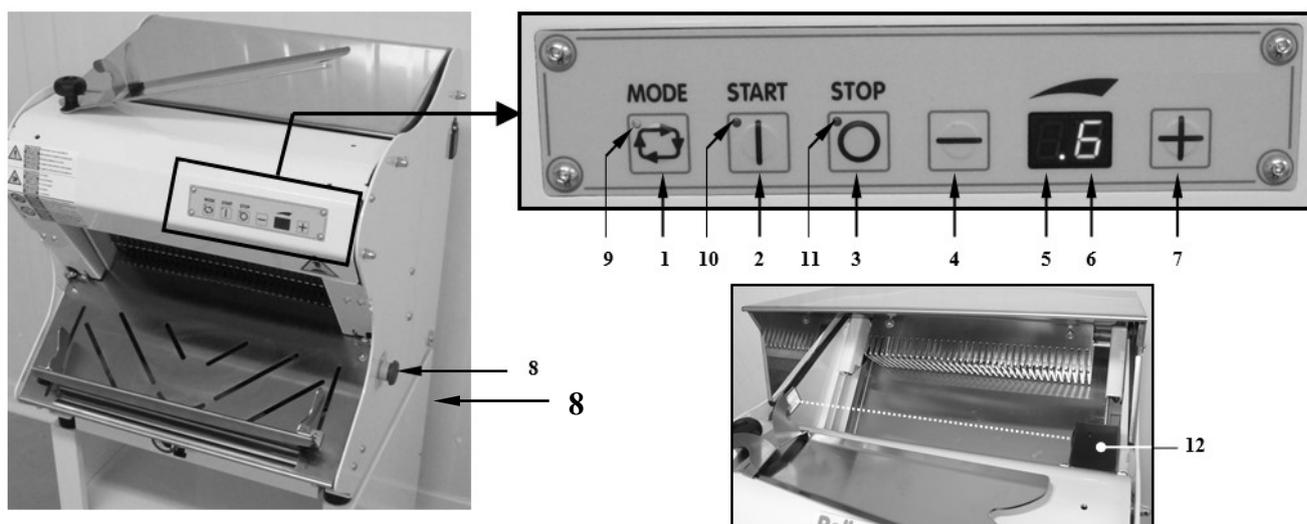

Рисунок 6 - Механизмы управления и контроля
рис. 6 ящик для сбора остатков хлеба (крошек)
- Кнопка аварийного сигнала из.8 Рисунок 6; во время остановки машины происходит сброс электрической энергии и всех команд запуска
- Перед осуществлением запуска машины, прежде всего, убедитесь в отсутствии вблизи неё людей, в случае их присутствия дождитесь их отдаления на расстояние (приблизительно 3 метра), после чего верните кнопку аварийного сигнала в исходное положение (поверните кнопку в направлении, указанном на её корпусе стрелкой). Для запуска режима нарезки хлеба нажмите кнопку старт из. 2 Рисунок 6, в случае необходимости дождитесь возврата всех рабочих частей в нулевую (исходную) позицию (толкатель должен быть полностью передвинут назад и верхнее защитное устройство открыто)
- В конце каждого рабочего дня или рабочей смены необходимо выключить машину и после её полной остановки по окончании выполнения заданного цикла (то есть когда толкатель полностью передвинут назад и верхнее защитное устройство открыто) нажмите кнопку стоп из. 3 Рисунок 6: крышка закроется и ножи будут продолжать колебание ещё несколько секунд таким образом, чтобы способствовать контакту со смазочным фетром. В конце, отключите штепсельную вилку машины от розетки питания.
Для включения машины убедитесь, что штепсельная вилка, плотно вставлена в розетку питания; дисплей из. 5 Рисунок 6 активируется; дождитесь появления на нём номера и стабилизацию всех светодиодов из. 9 - 10 - 11 (только светодиод из. 8 может продолжать мигать в случае предварительного отключения машины в соответствующем режиме).
Нажмите кнопку старт из. 2 Рисунок 6 для сброса вероятных движений (верхнее защитное устройство открыто и толкатель перемещен полностью назад) и активируйте рабочие циклы нарезки машины.